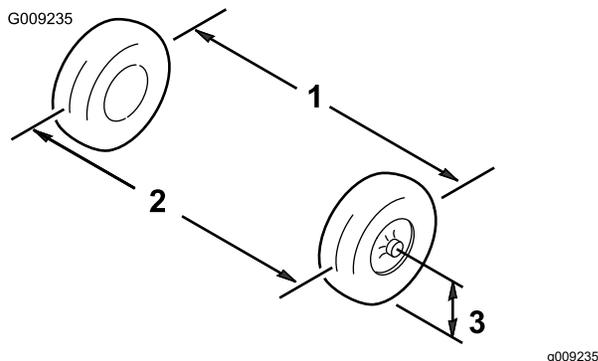

図 47
3. 前輪の前と後ろで、左右のタイヤの中央線間距離を測る計測はアクスルの高さで行う(図 47)。